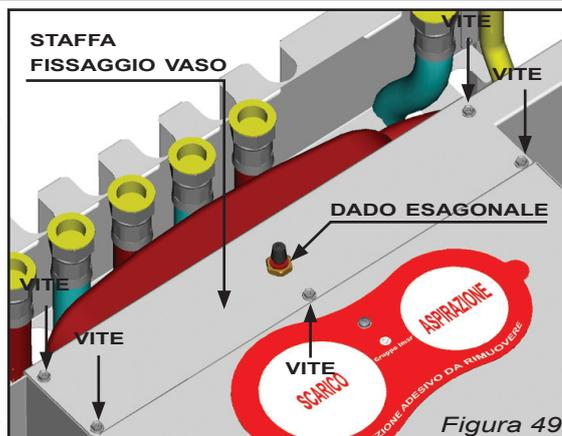

Figura 49
- 2) Svitare il dado esagonale del vaso d'espansione posto sul lato superiore del gruppo termico (figura 49).